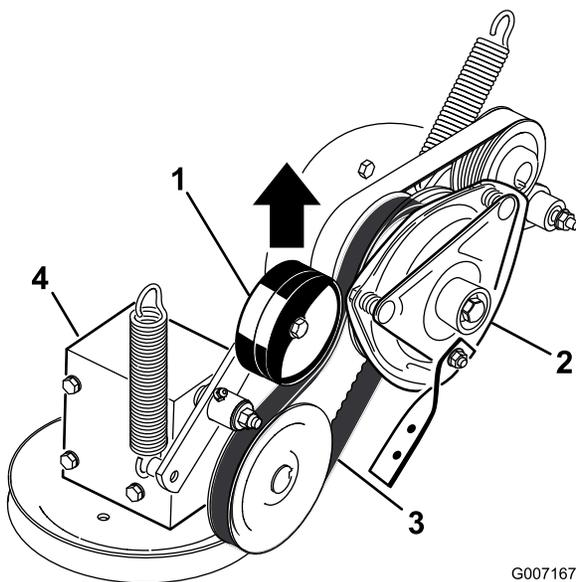

Figura 59
5. Tire hacia arriba de la polea tensora a resorte de la correa de la toma de fuerza, y retire la correa de la polea del embrague (Figura 59).
17. Tire hacia arriba del brazo tensor tensado con muelle de la correa de la toma de fuerza, e instale esta en la polea del embrague (Figura 59).